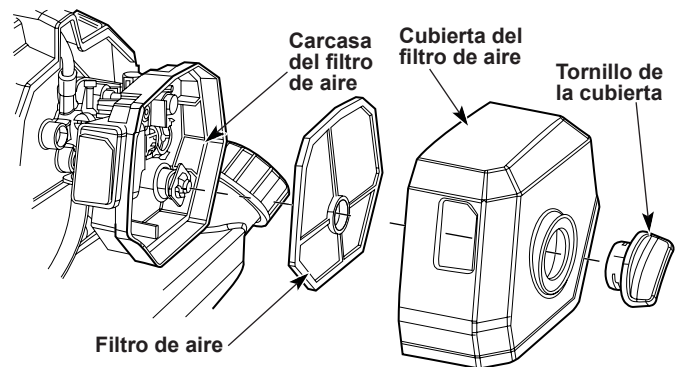

Fig. 23
1. Destornille completamente el tornillo de la cubierta. Retire la cubierta del filtro de la carcasa del filtro de aire (Fig. 23).
4. Vuelva a instalar el filtro de aire en la carcasa del filtro de aire (Fig. 23).
5. Inserte la lengüeta de la cubierta del filtro de aire en la carcasa del filtro de aire. Presione la cubierta del filtro de aire de vuelta en la carcasa del filtro de aire. Inserte el tornillo de la cubierta en la cubierta del filtro de aire. Ajuste el tornillo de la cubierta para asegurar la cubierta del filtro de aire (Fig. 23).